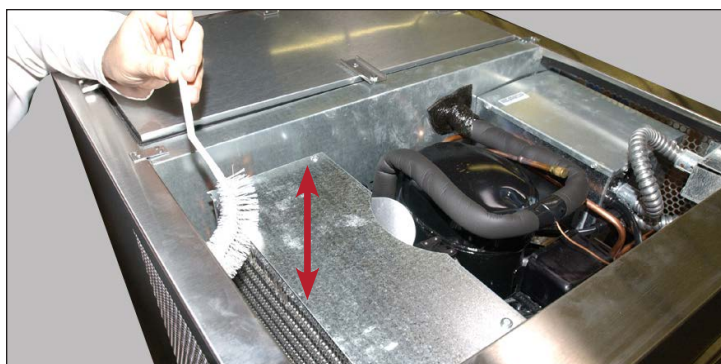

Figure 2. Selon l'accessibilité, nettoyez le serpentin du condenseur. Ne brossez jamais perpendiculairement aux ailettes du serpentin.
3. Selon l'accessibilité, nettoyez soigneusement avec une brosse douce les saletés accumulées sur les ailettes du serpentin de condenseur avant. Voir Fig. 2. Si l'accès est impossible ou si vous ne pouvez pas nettoyer complètement le serpentin du condenseur, démontez le pare-pluie. Voir les figures 3 et 4.